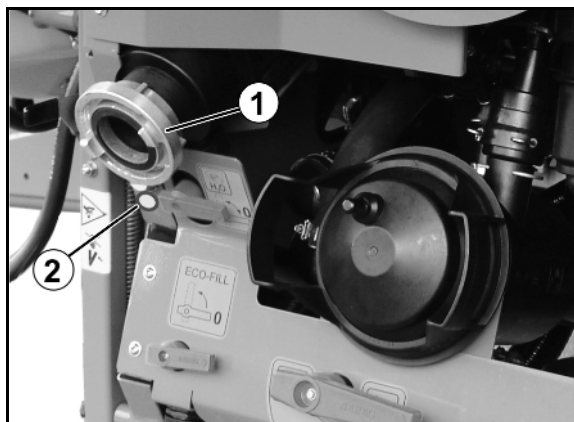

Fig. 48
- Racord de umplere cu secțiune de curgere liberă și evacuare oscilantă (Fig. 48).